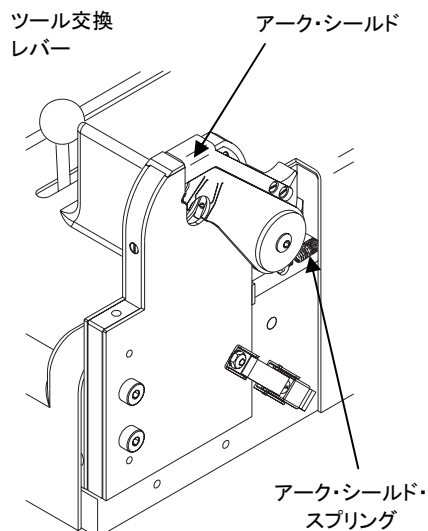

Figure 30 アーク・シールド・スプリングの可動型プレート・アセンブリーからの取り外し
1. アーク・シールド・アセンブリーを固定しているアーク・シールド・スプリングを外します。**Fig.30**をご参照ください。